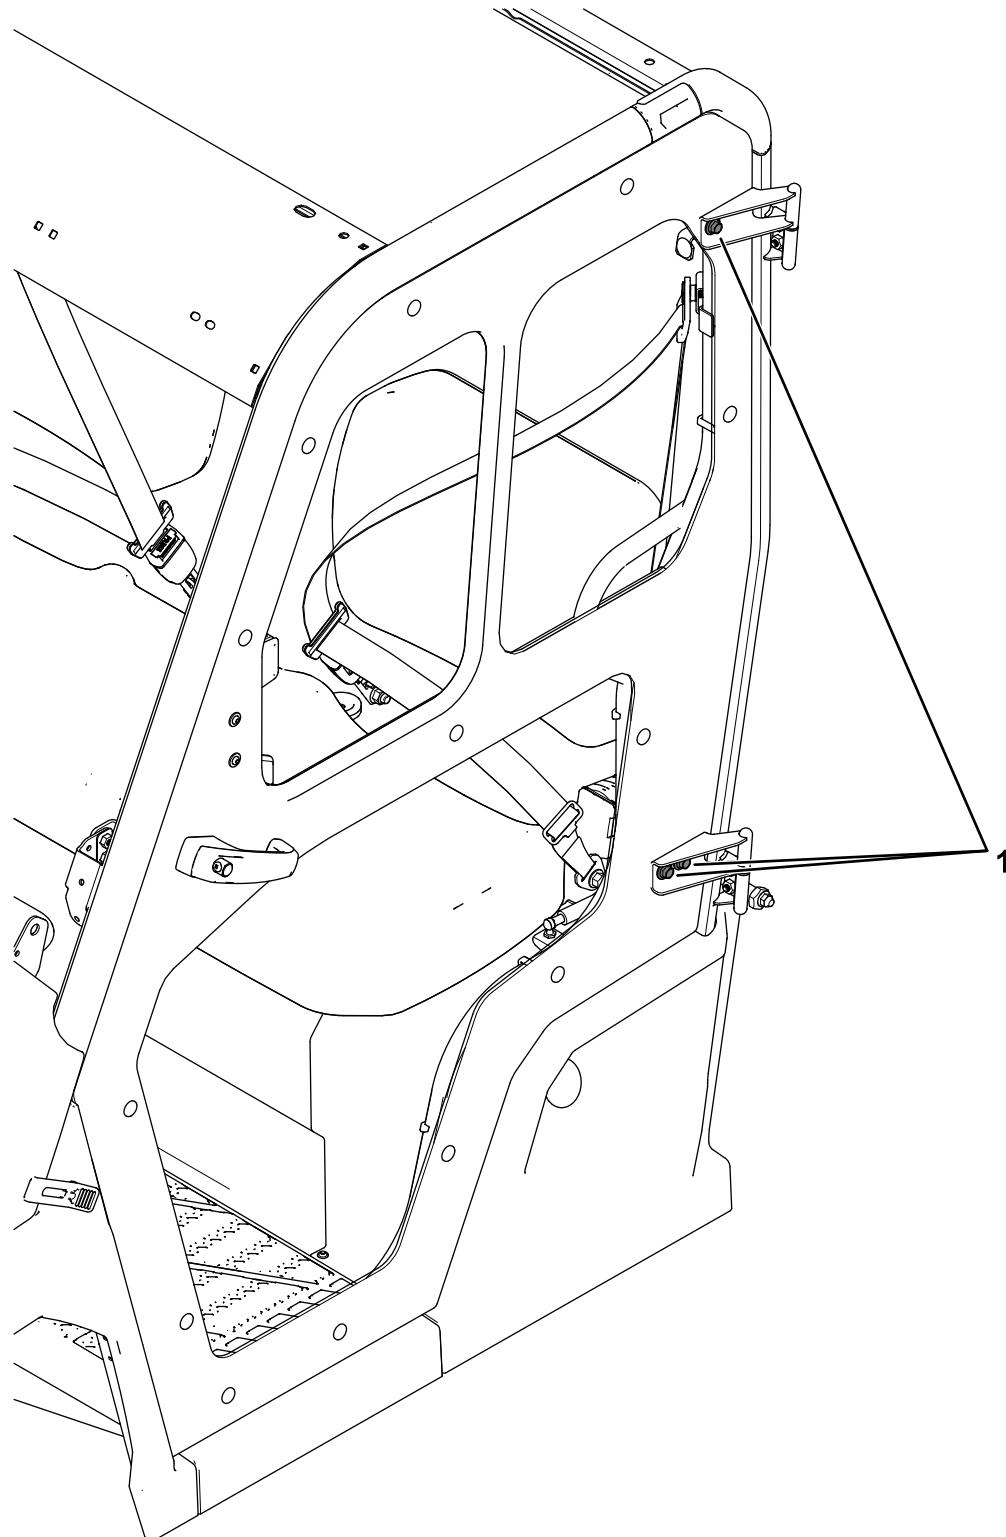

図 7
4. ドア蝶番の六角ヘッドボルトのうち 3 本をゆるめる図 7。
その後に、図 7のドア蝶番用六角ヘッドボルトM8 x 25 mm3 本を  $26 \text{ N}\cdot\text{m} 2.65 \text{ kg.m} = 230 \text{ in-lb}$ にトルク締めする。